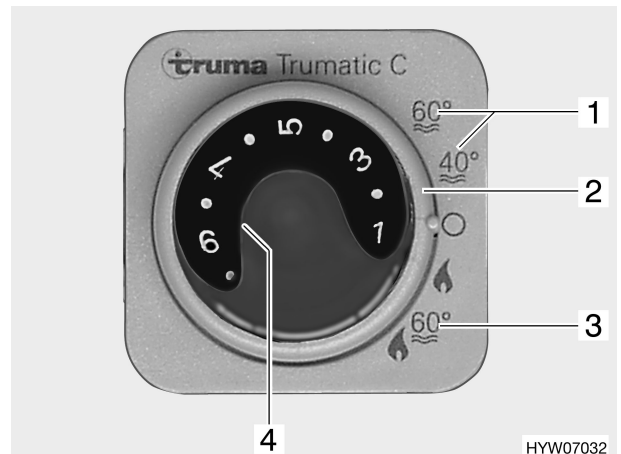

Bild 107 Bedieneinheit für Heizung/Boiler
Der Boiler ist in die Heizung integriert und wird mit Gas betrieben. Der Boiler wird an der Bedieneinheit (Bild 107) mit dem Drehschalter (Bild 107,2) eingeschaltet.
Bei Winterbetrieb "Heizung und Boiler" (Bild 107,3) wird beim Einschalten der Heizung automatisch auch das Wasser im Boiler aufgeheizt. Schaltet die Heizung bei Erreichen der gewünschten Raumtemperatur ab, so heizt der Boiler weiter, bis die Wassertemperatur erreicht ist.
Bei Sommerbetrieb (Bild 107,1) wird nur das Wasser im Boiler auf 40 °C oder 60 °C erhitzt. Das Wasser wird in ca. 1 Stunde auf 60 °C erhitzt. Die gelbe Kontroll-Leuchte (Bild 107,4) leuchtet während der Aufheizphase des Boilers.
- An der Bedieneinheit (Bild 107) Drehschalter (Bild 107,2) auf "Sommerbetrieb" (Bild 107,1) stellen.
Gelbe Kontroll-Leuchte (Bild 107,4) leuchtet während der Aufheizphase. Bei Erreichen der eingestellten Wassertemperatur ist die Aufheizphase beendet und die gelbe Kontroll-Leuchte erlischt.
- An der Bedieneinheit (Bild 107) Drehschalter (Bild 107,2) auf "Aus" stellen.